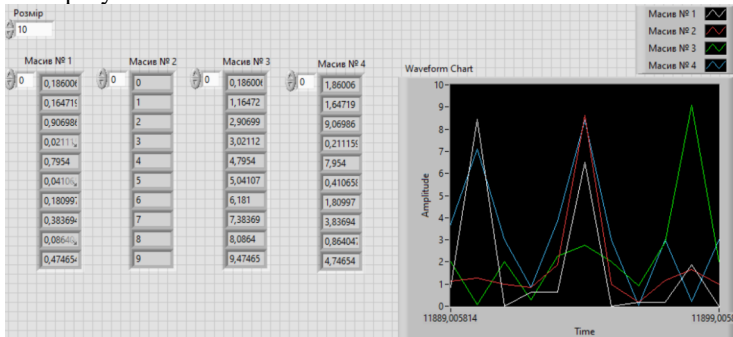

Рис. 23
21. Запустіть ВП і проаналізуйте його роботу (рис. 23). Збережіть одержаний результат.